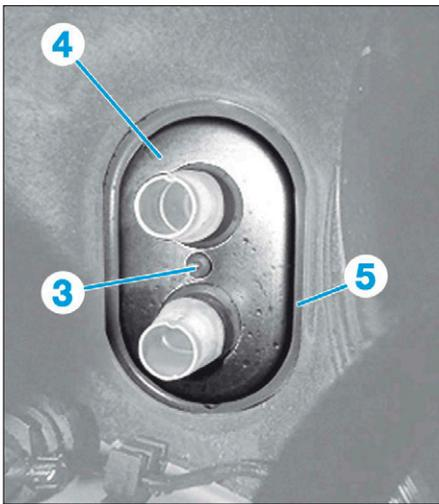
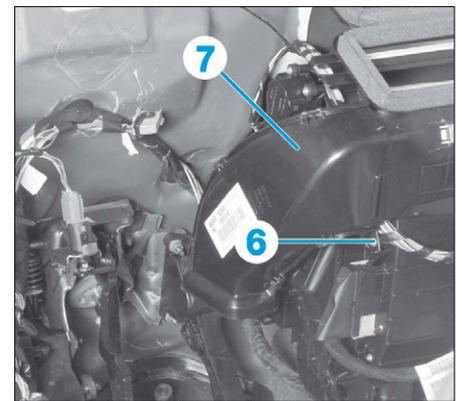

FIG. 16
FIG. 19
- la vis (3) (Fig.16),
- la plaque de maintien (4),
- le joint d'étanchéité (5),
- la vis (6) (Fig.19),
- le conduit d'air (7),